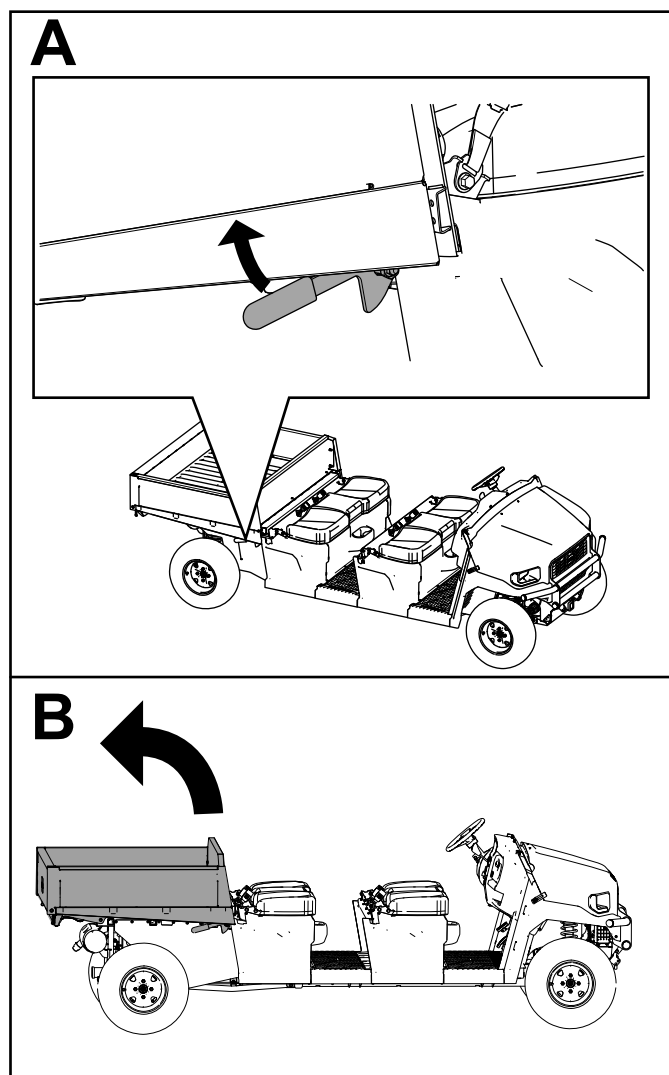

Figure 30
1. Levez le plateau de chargement (Figure 30).